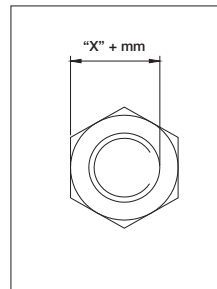

Figura 6
1. Meça a distância da base plana da porca até o lado mais distante do parafuso. Ver Figura 6.